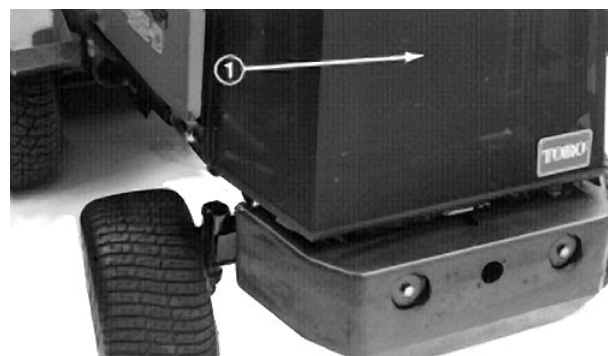

Bild 33
- B. Schrauben Sie die Verschlusschrauben los und entfernen das hinter Gitter (Bild 33). Reinigen Sie das Gitter gründlich.